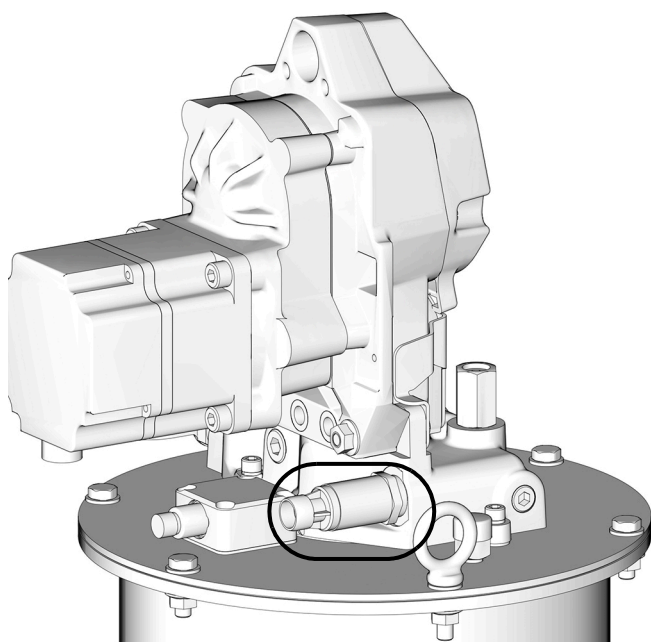

FIG. 23
Le pressostat (T) est réglé en usine à 207 bars (FIG. 23).